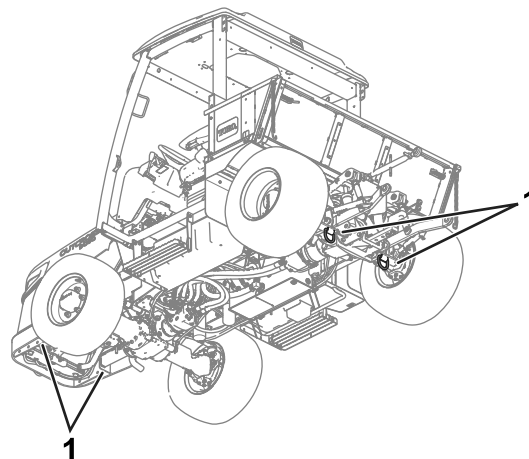

Рисунок 65
- Надежно зафиксируйте машину (Рисунок 65) с помощью скоб крепления.